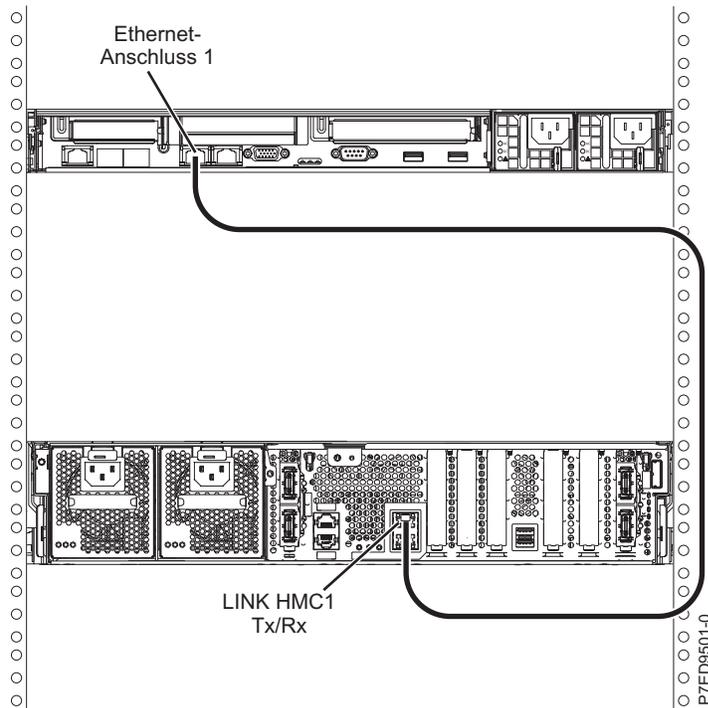

Abbildung 19. HMC an verwaltetes System anschließen
1. Möchten Sie die HMC direkt an das verwaltete System anschließen, schließen Sie den **Ethernet-Anschluss 1** der HMC an den Anschluss **HMC1** des verwalteten Systems an, wie in Abb. 19 dargestellt.